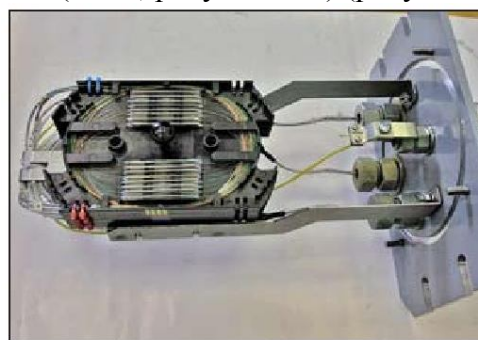

Рисунок 12-Раскладка ОВ и установка гильз КДЗС на кассете
4.2.1 Освободить ОВ от трубок адаптера, подмотать два слоя ленты с двусторонним липким слоем (см. приложение 1) на модуль или трубку около места обреза и закрепить их на входе в кассету двумя стяжками на каждой стороне кассеты. В непосредственной близости от входа на каждой трубке адаптера должна быть маркировка. Ввод трубок адаптеров сращиваемых кабелей на кассету производить с одной стороны кассеты (рисунок 12).
4.2.2 Подготовить к сварке и сварить оптические волокна. Проверить целостность волокон рефлектометром. Уложить сrostки, защищенные гильзами КДЗС, в ложементы (рисунок 12).
крышку (поз.3, рисунок П-1) и скрепить их винтом (поз.4, рисунок П-1) (рисунок 12).